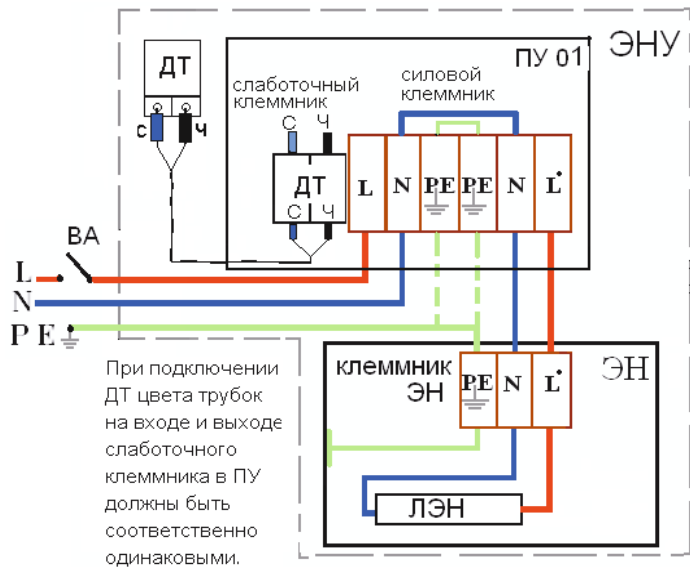

Рис. 1. Монтажная схема подключения ЭНУ «Уголок»
6.3. В соответствии с монтажной схемой (см.рис.1) подключить к клеммнику ПУ кабель от внешнего автоматического выключателя сети и провода в жаростойкой изоляции идущие к ЭН.
7.1. Включить защитный автоматический выключатель внешней сети ВА (см. рис. 1).